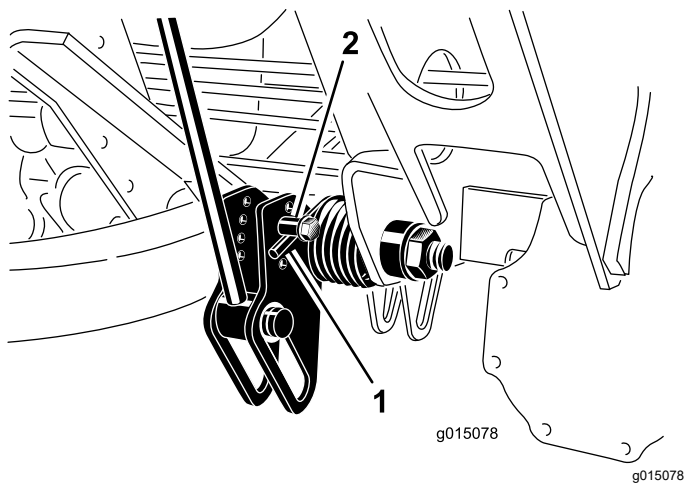

Figura 40
2. Insira um tubo ou objeto semelhante na extremidade longa da mola para aliviar a tensão durante o ajuste (Figura 40).
3. Enquanto alivia a tensão da mola, retire o parafuso e a porca de bloqueio que prendem o atuador de mola ao suporte (Figura 40).